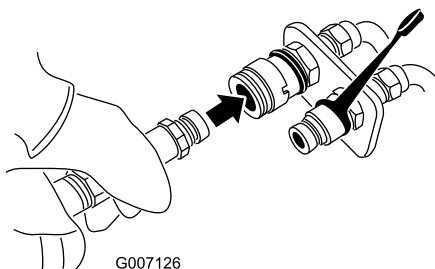

Figura 33
6. Acople el conector macho del accesorio al conector hembra de la unidad de tracción (Figura 33).